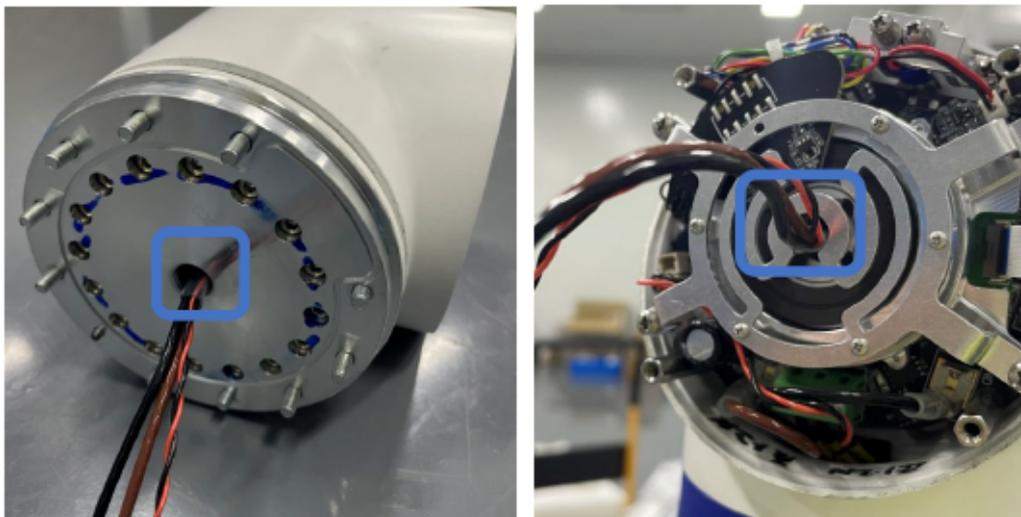

图 3-18: 线缆穿到关节上
- 穿线：关节上的线缆和关节首先应注意对应，不能装错，还应注意线缆方向，将线缆从法兰轴一侧穿入，从端盖一侧穿出，穿至指定位置（此位置应使法兰轴端面 and 束线架端面均有热缩管），如图 3-18 所示；